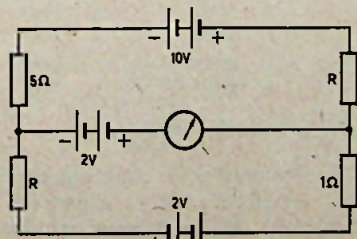

Fig. 2
③ In fig. 2 zijn de beide weerstanden  $R$  even groot. Bepaal voor welke waarde van  $R$  de galvanometertak stroomloos is.